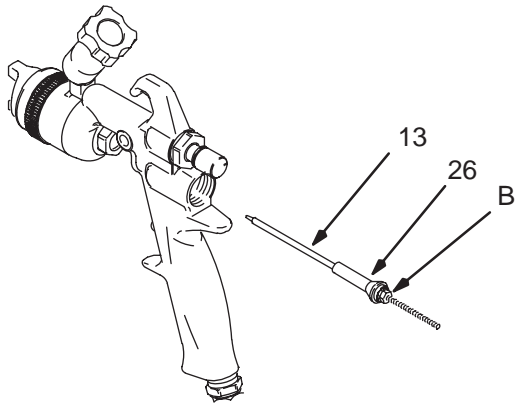

Fig. 29
2. Serrer à la main l'écrou de serrage (9) dans l'adaptateur (4), puis dévisser l'écrou d'un tour environ de manière à ce que l'adaptateur (4) et le corps de pulvérisation soient montés librement dans le corps du pistolet.
3. Vérifier que le pointeau de fluide (13) n'est ni endommagé ni trop usé. Remplacer la pointe du pointeau ou le pointeau entier si nécessaire. Si la pointe du pointeau doit être remplacée, utiliser un adhésif (frein filet) sur ses filets.
4. Lubrifier l'extérieur du nouveau guide de pointeau (26) et placer le sur le pointeau de fluide (13), contre l'écrou (B). (Voir Figure 29). Ceci facilite l'alignement de l'entrée de la tige de soupape d'air dans le diamètre intérieur du joint presse étoupe (16) sans en endommager la lèvres.
5. Monter le pointeau de fluide (13) et le guide de pointeau (26) dans l'arrière du pistolet.